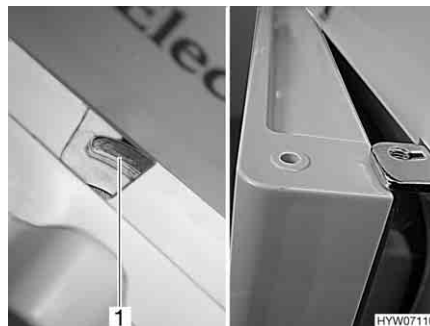

Fig. 150 Porta del frigorifero/del vano congelatore in posizione di ricircolo d'aria (serie Dometic 7 con vano congelatore separato)
- Spostare il dispositivo di bloccaggio completamente verso destra. La porta del frigorifero/porta del vano congelatore è bloccata con l'ausilio dell'arresto della porta (Fig. 150,1). In questo modo la porta del frigorifero/porta del vano congelatore rimane ferma in posizione socchiusa (Fig. 150).